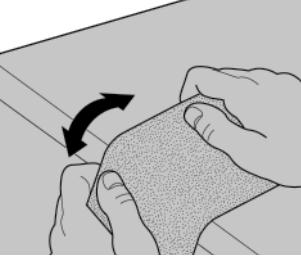

FIG. 3
ATTACHING ABRASIVE PAPER (FIG. 3)
2. release the clamp by pulling up on the clamp lever (B) Fig. 3 and disengaging it from the tab on the base plate.
3. insert the 4-1/2" edge of the abrasive paper (A) under the front paper clamp (Fig. 3) until it contacts the paper-limiting ribs. Close the front paper clamp (C) Fig. 2 and hook it into the lock position behind the tab on the base plate.
INSTALLATION DU PAPIER ABRASIF (FIG. 3)
2. Dégager la pince en soulevant le levier de la pince (B) Fig. 3, et en le sortant de la patte de la platine.
3. Insérer l'extrémité de 4-1/2 po du papier abrasif sous la pince (Fig. 3) avant, jusqu'à ce qu'elle touche les nervures de blocage du papier illustrées, puis refermer la pince avant (C) Fig. 2 et la bloquer en place en plaçant le crochet dans la patte de la platine.